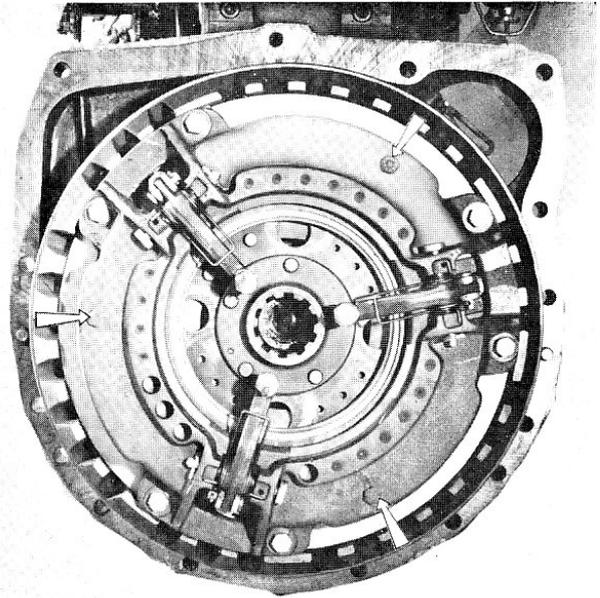

Fig. 1
- 1° Mettre dans les trois trous du couvercle de mécanisme des vis de 6,35 mm ANC \times 54 mm ($1/4'' \times 2 \ 1/8''$) afin de maintenir les ressorts comprimés (fig. 1).